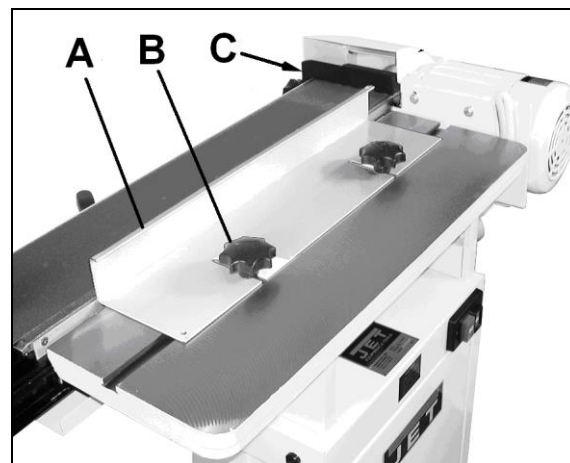

Рисунок 7
При горизонтальном шлифовании можно использовать продольный упор (A, рисунок 7). Упор фиксируется двумя ручками (B), вкрученными в направляющие блоки в пазу для углового упора.